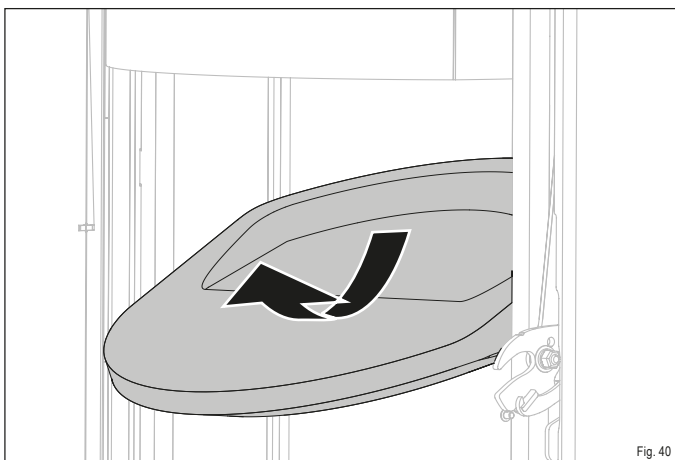

Fig. 40
- Retirez délicatement la pierre thermique supérieur de son support comme indiqué (Fig. 40).